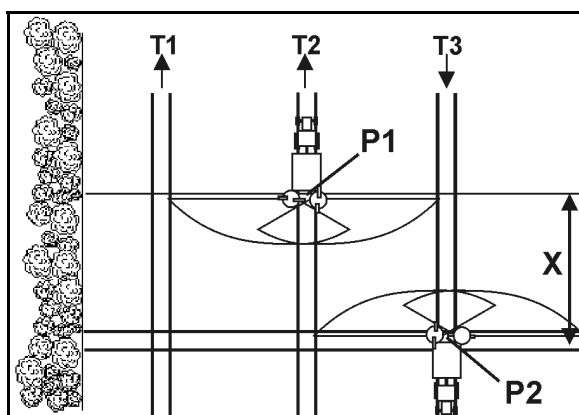

图 77
- 如果撒播盘距田边地车道的距离为 X , 驶入车道 P1 点 (图 77) 时滑门打开。
- 如果撒播盘位于田边地第一车道的高度, 驶离车道 P2 点 (图 77) 时关闭滑门。